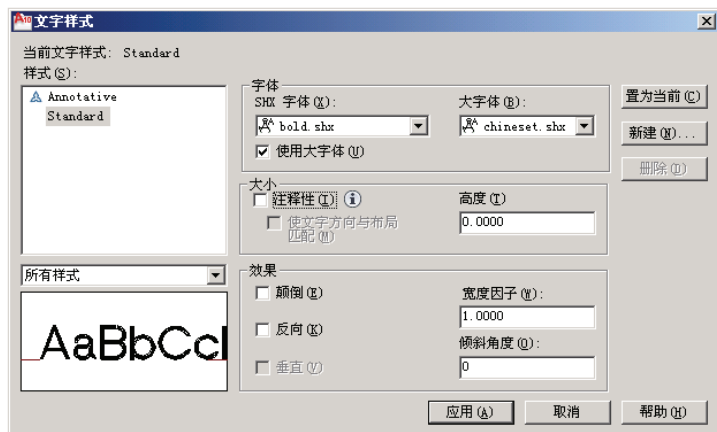

图 6-2 设定“大字体”示例
(1) 字体名：在该下拉列表框中选择某种字体。必须是已注册的 TrueType 字体和编译过的形文件，将会显示在该列表框中。
(2) 使用大字体：选择相应的字体后，该复选框有效，指定某种大字体。
(3) 大字体：在选中了“使用大字体”复选框后，该列表框有效，可以选择某种大字体。图 6-2 显示了设定“bold.shx”字体后使用大字体的情况。